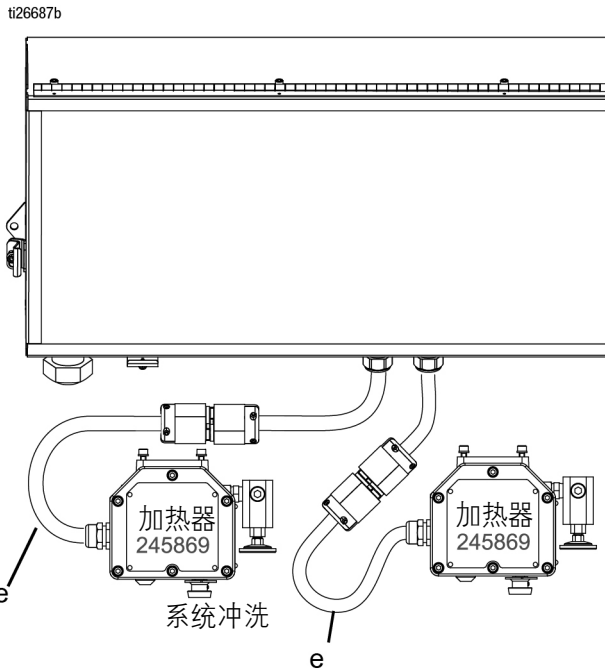

图 16
- e. **对于非危险场所型号**，连接料桶加热器和冲洗加热器的电源线 (e)。参见图 16。